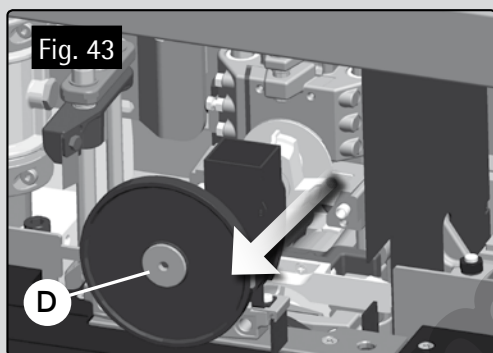

Fig. 43
- Remove copier group D (Fig. 43).